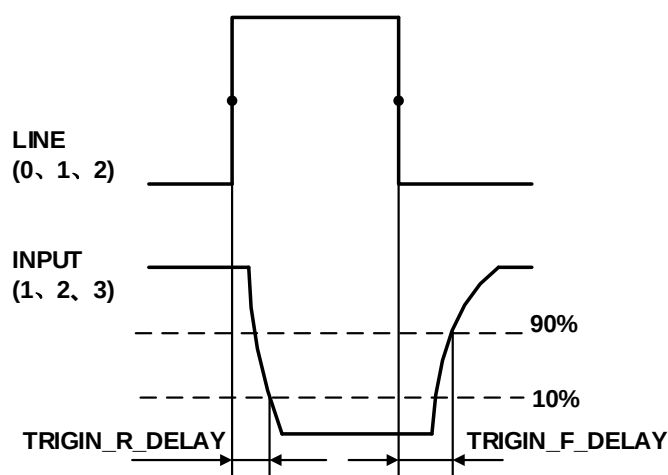

图 3-5 光耦隔离输入电路参数
- 上升沿延时时间： $<50\mu\text{s}$ ($0^{\circ}\text{C}\sim 45^{\circ}\text{C}$)，参数说明见图 3-5
- 下降沿延时时间： $<50\mu\text{s}$ ($0^{\circ}\text{C}\sim 45^{\circ}\text{C}$)，参数说明见图 3-5